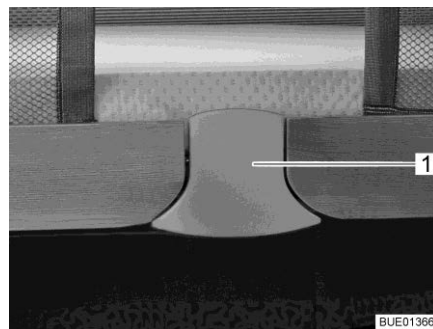

Bild 119 Frigöring
- Dra låsplatta (Bild 119,1) nedåt. Låset är upplåst.